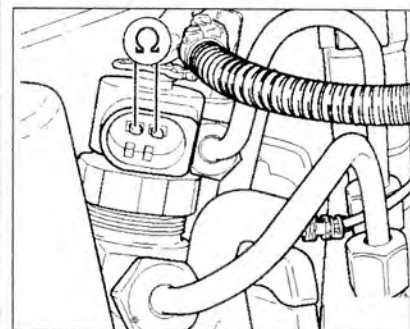

Рис. 4А.21. Проверьте сопротивление между контактами разъема проводки форсунки.
2. Проверьте сопротивление между контактами разъема проводки форсунки (рис. 4А.21).
4. Если заданное значение достигается, присоедините тестер V.A.G 1598/30 к жгуту проводов блока управления двигателем. Проверьте провода между тестером и разъемом на прерывание цепи (рис. 4А.22):